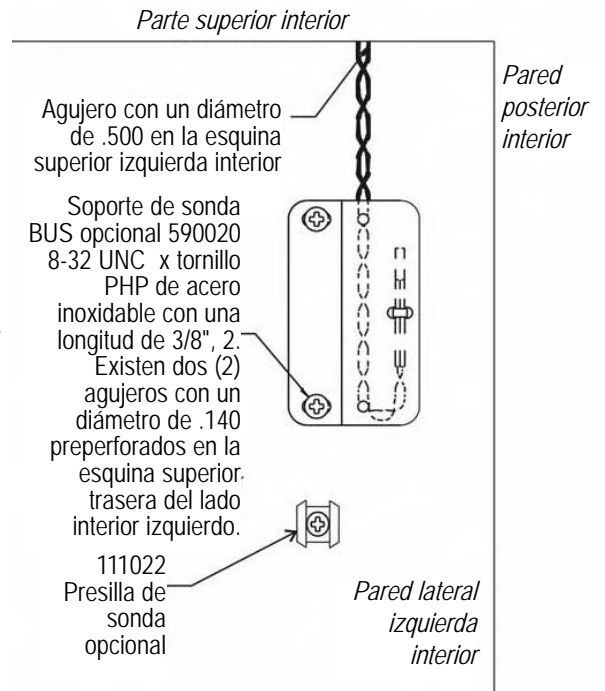

Figura 5-4. Presilla de sonda montada
- Utilice un macho de rosca #8-32 en los dos agujeros preperforados que se encuentran en la pared interior izquierda del congelador. Monte el soporte. La Figura 5-4 muestra la sonda de Reserva montada en el interior de la pared lateral izquierda del congelador.